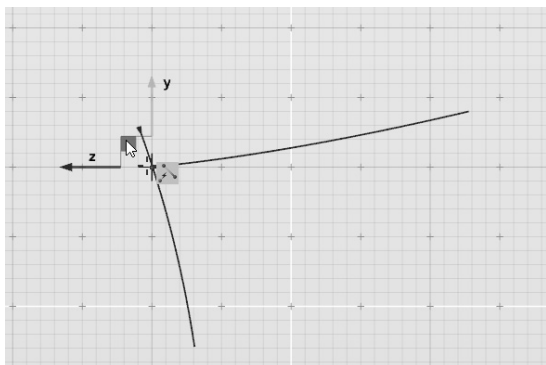

图 5-114 将圆曲线平移至 NURBS 曲线#1 端点
- 3) 切换至右视图中, 按快捷键 $\langle W \rangle$ 激活“平移”工具。将圆曲线圆心捕捉到 NURBS 曲线#1 的端点上, 如图 5-114 所示。